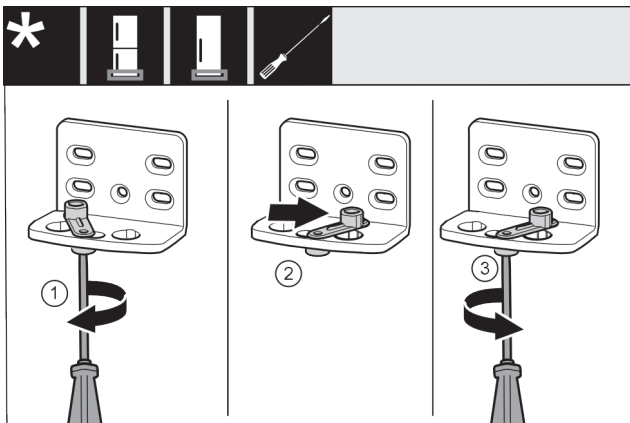

Fig. 28
- ▶ Отпустите винт Fig. 28 (1) отверткой.
- ▶ Приподнимите фиксатор двери Fig. 28 (2) и, повернув на 90° вправо, вставьте в отверстие.
- ▶ Затяните винт Fig. 28 (3) отверткой.